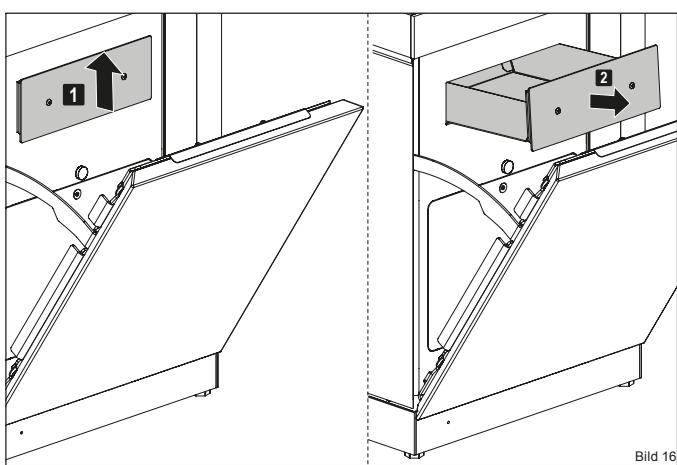

Bild 16
- Ziehen Sie den Aschebehälter an der Abdeckung aus der Öffnung heraus (Bild 16).
- Schieben Sie den Aschebehälter wieder in die Öffnung (Bild 16).